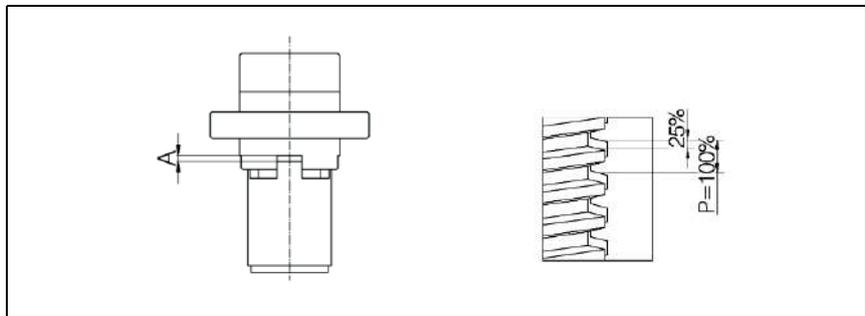

Fig. 20: Écrou de sécurité SIFA : Cote « A » pour la comparaison lors du contrôle d'usure
3. En cas de présence d'un écrou de sécurité SIFA : Vérifier l'usure selon la Fig. 20 (image de droite).